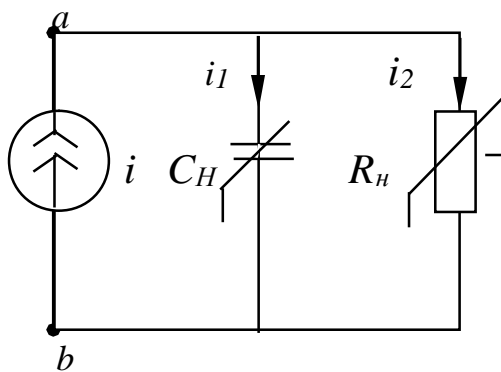

Рис. 20.1
20. К источнику синусоидального тока $i = I_m \sin \omega t$ (рис. 20.1) присоединены нелинейное активное сопротивление R_H с вольт-амперной характеристикой, изображенной на рис. 2.2, и нелинейная емкость C_H , $q_m = 10^{-5}$ Кл (q – заряд, u – напряжение).